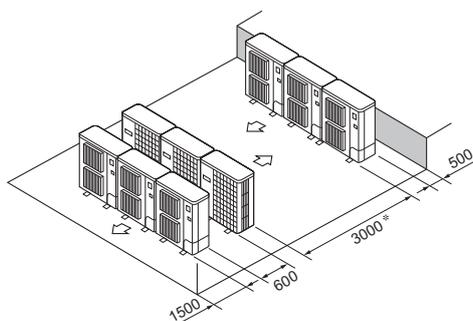

Fig. 3-16
⑥ Disposição de várias unidades em paralelo (Fig. 3-16)